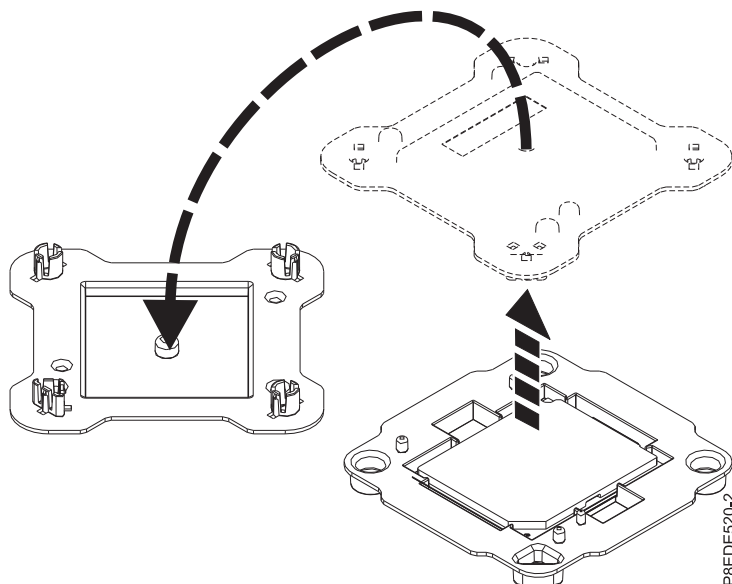

Figura 2. Abrindo a embalagem do módulo de processador do sistema
2. Abra a embalagem do novo módulo de processador do sistema e coloque a tampa voltada para baixo ao lado da bandeja, conforme mostrado na Figura 2. A tampa é usada para o módulo de processador do sistema que você está substituindo.